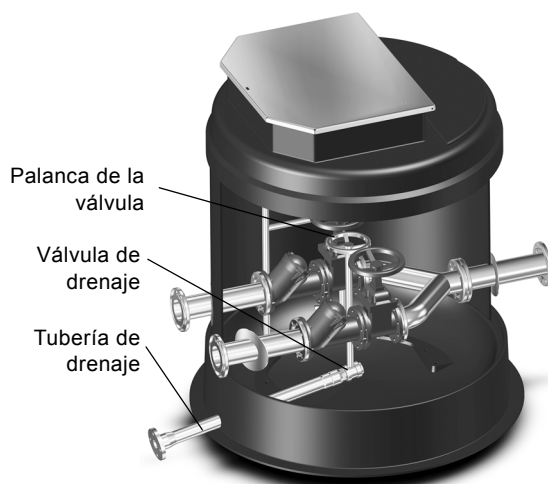

Fig. 29 Drenaje de la cámara de válvulas
1. Abra la válvula de drenaje de la cámara de válvulas empleando la palanca de la válvula, situada dentro de la fosa, para vaciar el sumidero de la cámara de válvulas. Consulte la fig. 29.
7. Cierre la válvula de drenaje, situada dentro de la fosa. Consulte la fig. 29.